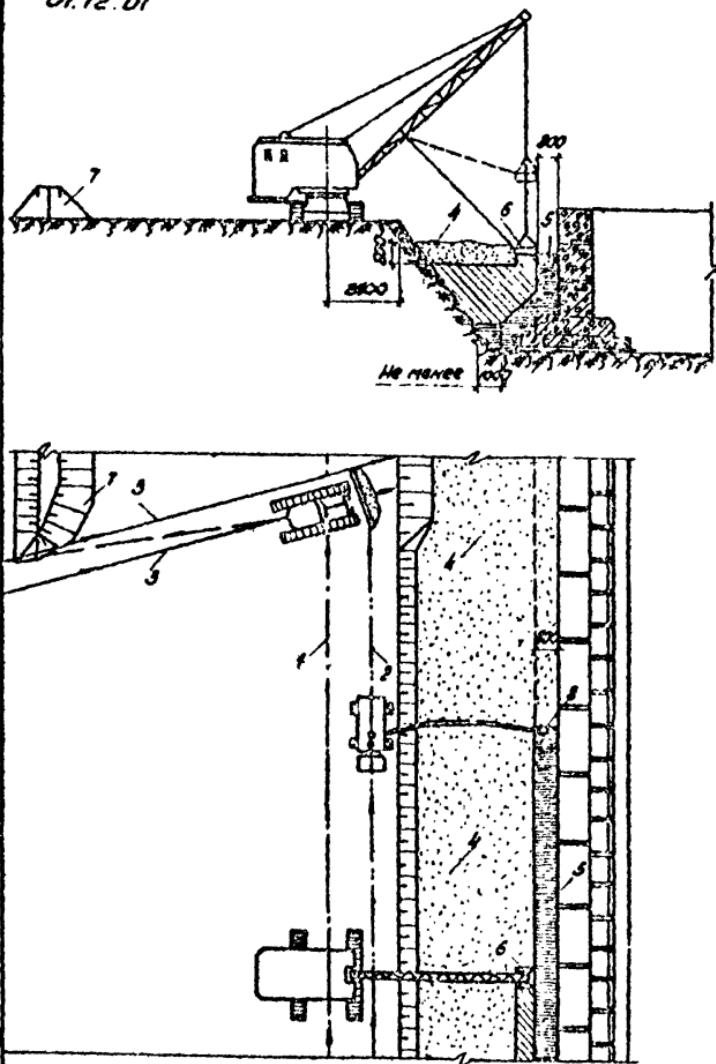

Рис.1 Схема уплотнения просадочных грунтов
- Размещение в рабочей зоне машин и механизмов принимать по схеме, указанной на рис.1.